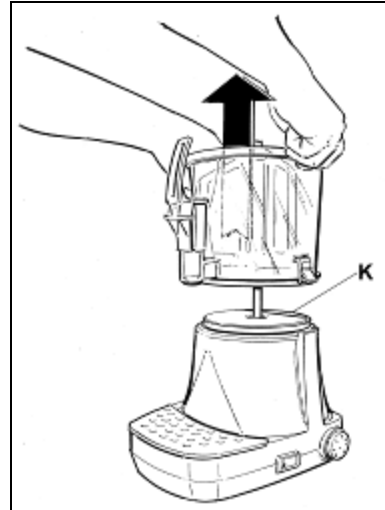

Fig. 7
- Ogni volta che si riposiziona la pentola sulla piastra assicurarsi che la sonda (K) sia perfettamente a contatto con il fondo della pentola stessa (vedi fig. 7).